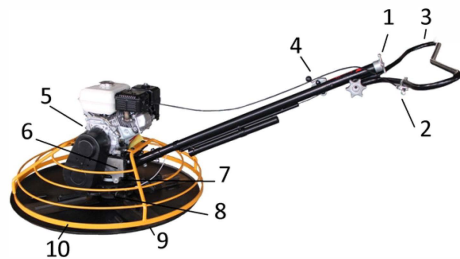

Рисунок 1. Элементы конструкции затирочной машины
1. Установите выключатель зажигания двигателя (1) в рабочее положение.
2. Установите защитный выключатель (см. рисунок 1) в положение 'ON'. Аварийный защитный выключатель двигателя предназначен для использования в том случае, если оператор потеряет контроль над затирочной машиной. Выключатель сконструирован таким образом, что позволит быстро и легко остановить двигатель (необходимо переключить рычаг в положение 'Close') и предотвратить травму оператора и выход из строя оборудования.
3. Откройте топливный клапан, полностью переместив вправо топливный рычаг (2) ON/OFF (ВКЛ/ВЫКЛ).
4. Наполовину откройте воздушную заслонку (3). При запуске в холодное время года воздушную заслонку закройте полностью. При запуске в теплое время года или прогретого двигателя воздушная заслонка должна быть полностью открыта. Если запуск двигателя затруднен, убедитесь в том, что воздушная заслонка открыта наполовину или полностью во избежание поступления в карбюратор слишком богатой топливной смеси.